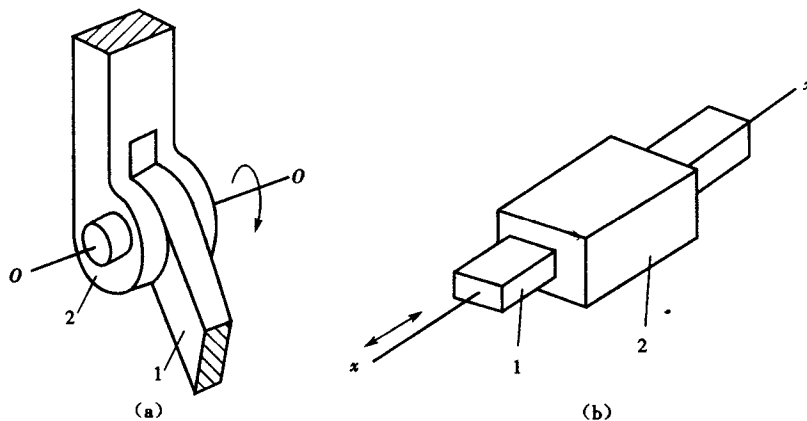

图 1.2-2 平面低副类型
(1)转动副。组成转动副的两构件仅能在平面内做相对转动,如图 1.2-2(a)所示,构件 1 和 2 可绕轴线  $OO$  作相对转动。
(2)移动副。组成移动副的两构件仅能在某一方向(导路方向)作相对移动,如图 1.2-2